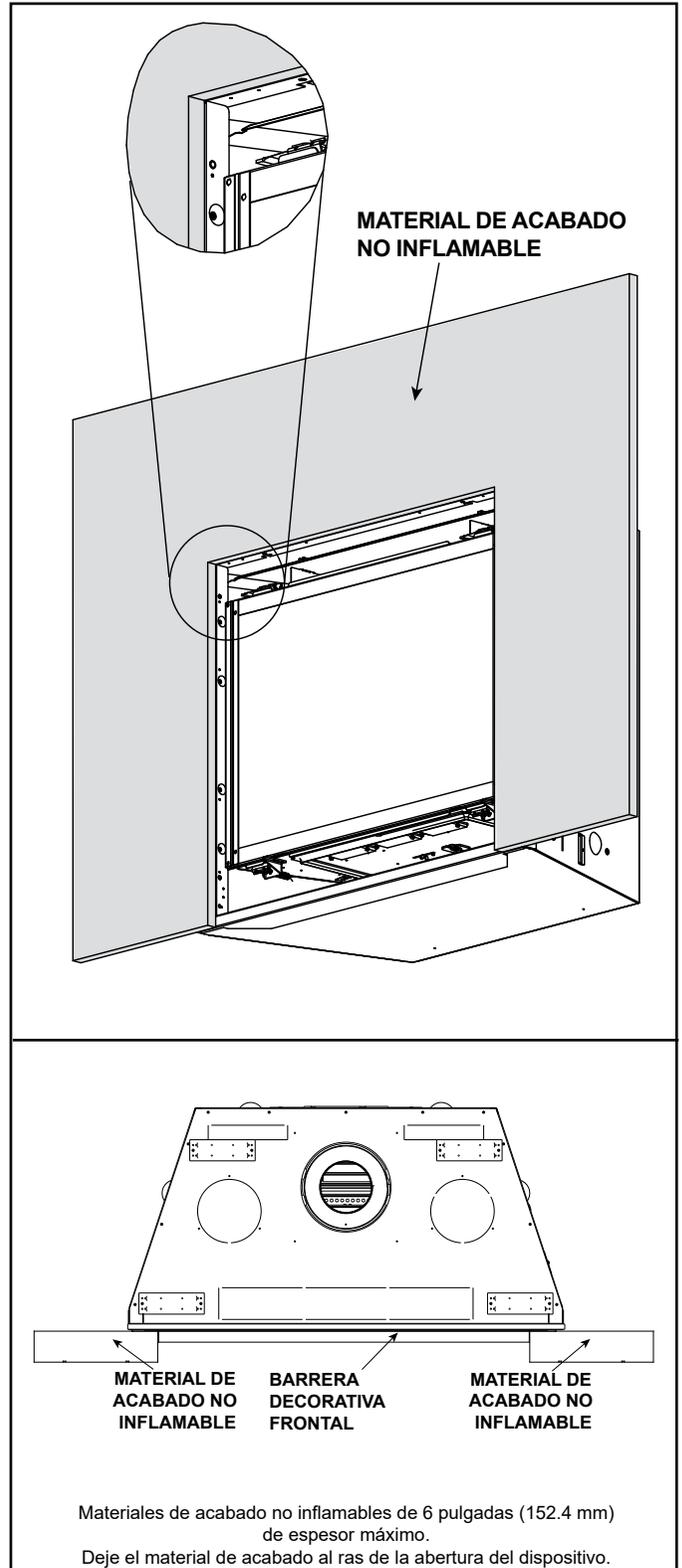

Figura 10.15 Método de montaje interior
- B. Material de acabado de 0 a 6 pulgadas (0 mm a 152.4 mm) de espesor: Utilice este método para montaje interior de la barrera decorativa frontal. No se requieren tiras de acabado. Consulte la Figura 10.15.